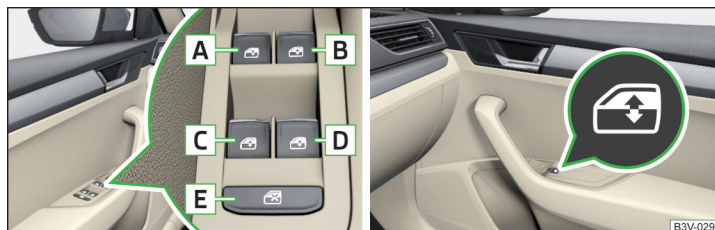

Abb. 40 Tasten der Fensterheber
Tasten der Fensterheber » Abb. 40
- Nach dem Öffnen der Fahrer- oder Beifahrertür ist die Bedienung der Fenster nur über die Taste **A** » Abb. 40 möglich, indem diese für 2 s gehalten bzw. gezogen wird.
- **oder:** Die Zündung ausschalten, die Fahrertür öffnen und die Taste **A** bis zum Anschlag in der Öffnungsstellung halten » *Abb. 40 auf Seite 60*.
- **oder:** Die Zündung ausschalten, die Fahrertür öffnen und die Taste **A** bis zum Anschlag in der Schließstellung halten » *Abb. 40 auf Seite 60*.